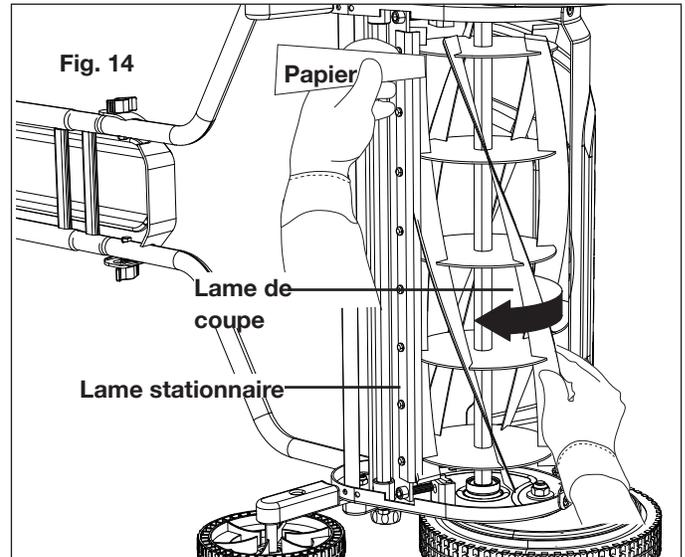

Fig. 14
8. Introduisez une bande de papier entre une lame du rouleau de coupe et la lame stationnaire, à l'extrémité la plus éloignée du sol et faites tourner le rouleau de coupe afin de pouvoir constater que le papier est coupé. Pour tester les autres lames, continuez à alimenter le papier dans le rouleau (Fig. 14).